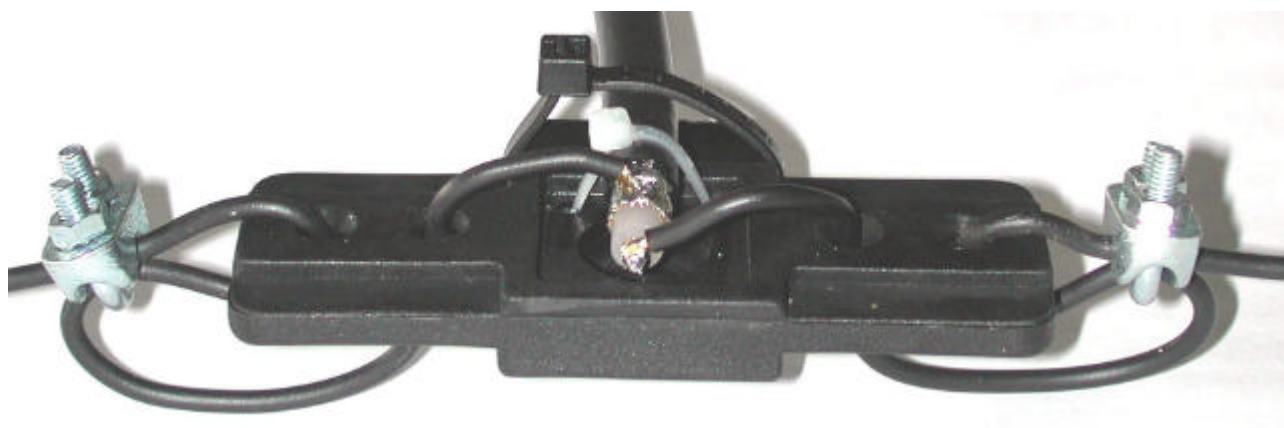

Bild 1
- "oben / unten (lila) beachten. Bild 1